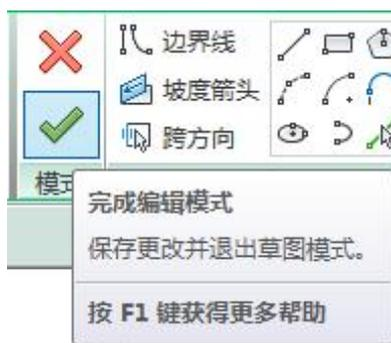

图 4-7 完成编辑
4) 将楼层边界绘制成闭合轮廓后, 单击工具栏中的“√完成编辑模式”命令, 图 4-7。